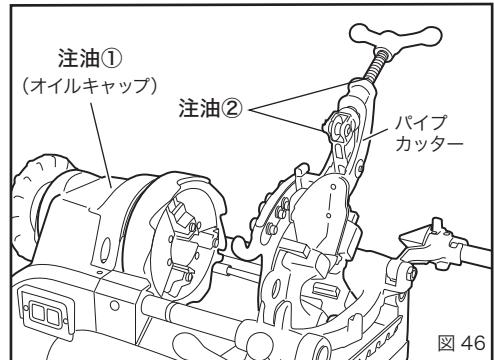

図 46
1. 注油 (図 46)
①主軸軸受の注油
1ヶ月に1度程度、グリスを主軸部に注入してください。(図 46 ①)
②パイプカッターの注油
ねじ部、ローラー軸、刃など、可動部には使用毎にスピンドル油、マシン油などを注油してください。(図 46 ②)